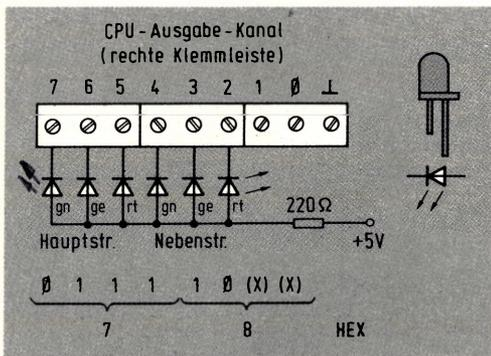

Bild 4: Verdrahtung des Ausgangskanals für eine Ampel-Demonstration.
Angenommen, sechs Bits des CPU-Ausgabe-Kanals sollen dazu dienen, eine Ampel anzusteuern; Sie können das recht plastisch demonstrieren, wenn Sie je zwei rote, gelbe und grüne Leuchtdioden verdrahten, wie es Bild 4 zeigt (hundertprozentig, aber etwas aufwendiger wird die Sache, wenn jede LED ihren eigenen Vorwiderstand von 470 Ω erhält). Um eine der LEDs einzuschalten, muß das zugehörige Ausgangsbit auf LOW sein. Der Strom fließt dann von Plus über den Vorwiderstand, die LED und den leitenden Ausgangstransistor nach Masse; ist ein Ausgangsbit HIGH, bleibt die betreffende Leuchtdiode dunkel. Um, wie im Beispiel gezeichnet, die Bits 2 und 7 auf LOW zu setzen, müssen Sie die hexadezimale Information „78“ in den Ausgabe-Kanal bringen (Bild 5). Neu in diesem Programm ist der HALT-Befehl HLT (76), der den Prozessor stoppt, bis ihn jemand über die RESET-Taste aus seinem Dornröschenschlaf erlöst. Hier soll er auch stoppen, nachdem er die Bits wie gewünscht ge-